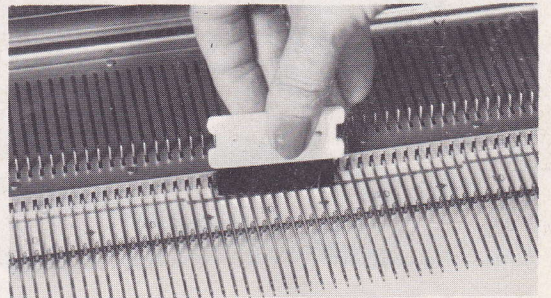

Fig. 207
- Monter toutes les aiguilles en F et enlever, avec la brosse, les déchets, peluches de laine principalement sur l'avant de la fonture (fig. 207),